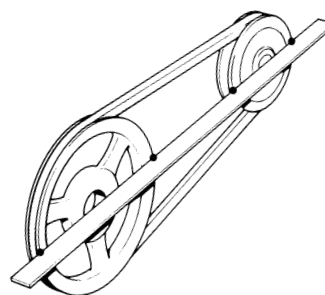

Fig. 33 Riktning av remskivor
- Kontrollera att båda remskivor ligger på en linje efter justeringen. Kontrollera detta genom att placera en lämplig linjal som i Fig. 33. Kilremmen måste löpa exakt parallellt mot linjalen när den ligger på kilremsskivorna.